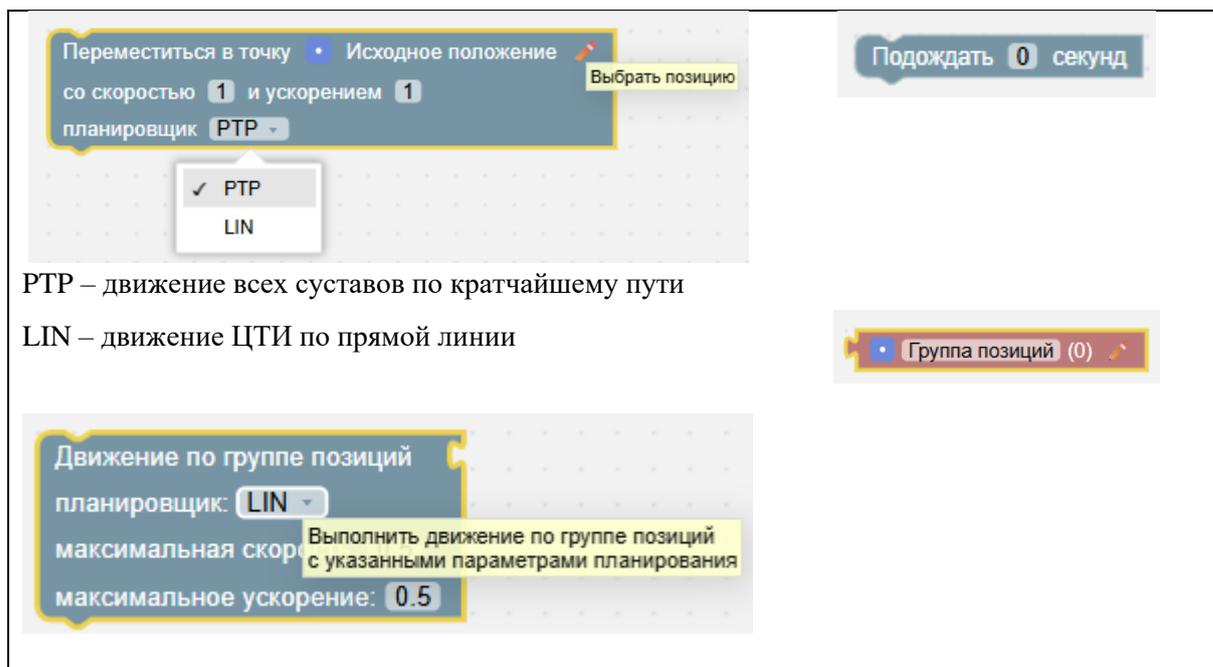

Рисунок II-23 – Блоки «Движение»
8. Блоки «Движение» – команды перемещения (см. Рисунок II-23).